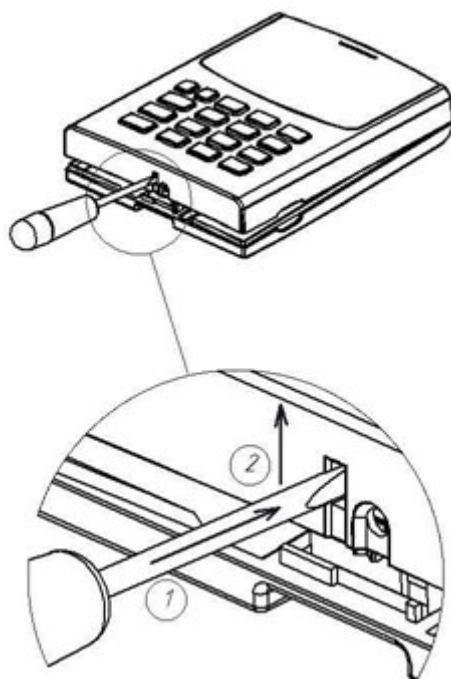

Рисунок 4.2.1. Снятие крышки устройства
- 1 Отвернуть фиксирующий винт на нижней стенке панели, вставить плоскую отвёртку (1) в паз рядом с винтом.
- 2 Придерживая нижнюю панель, нажать на замок отвёрткой и снять (2) верхнюю панель (рисунок 4.2.1).